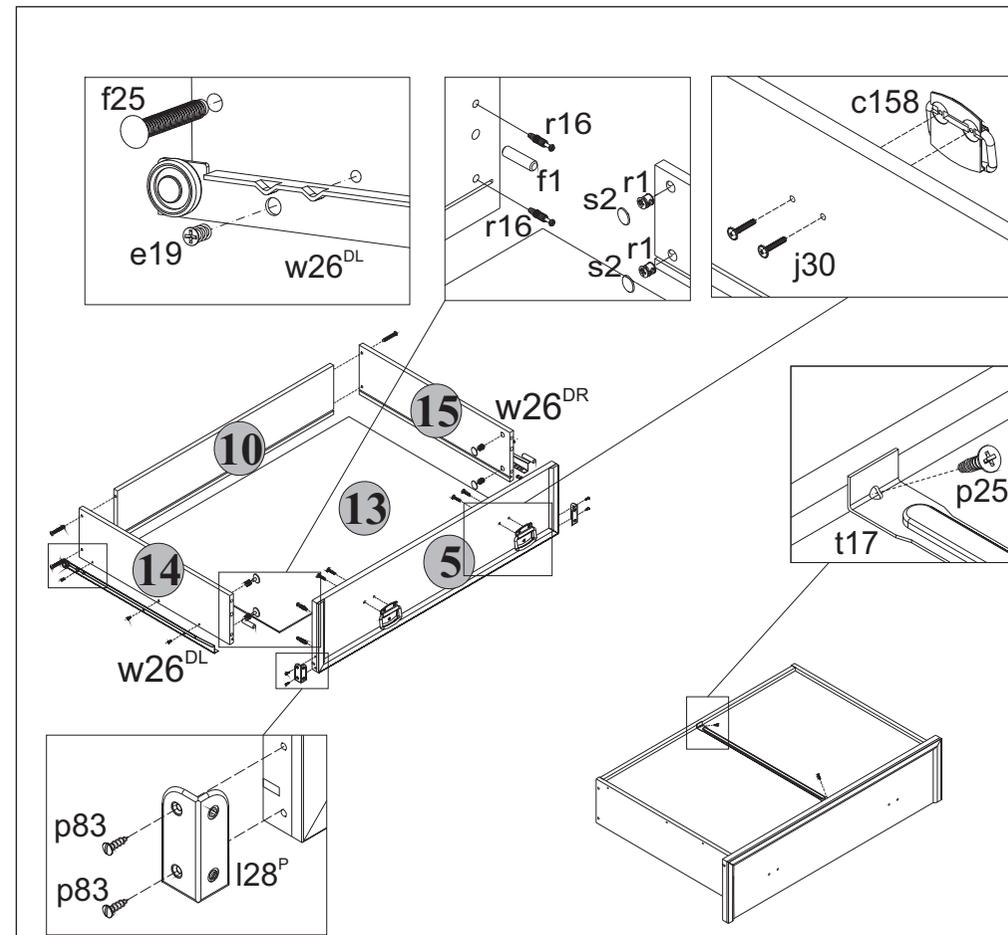

Рис. 1
5.20 К боковым кромкам панели передней 5 у нижних углов шурупами p83 закрепить накладки декоративные I28 и I28 , пользуясь плоской отверткой (см.рис. 1).
5.22 Перевернуть ящики выдвижные дном вверх и закрепить на боковых стенках 14 и 15 ящиков еврошурупами e19 направляющие w26^н и w26^{вр} (см.рис. 1).
5.23 Закрепить фиксаторы дна t17 шурупами p25 (см.рис. 1), пользуясь крестообразной отверткой.
5.15 В отверстия диаметром 8 мм на передних кромках стенок боковых 14 и 15 корпусов выдвижных ящиков вбить деревянные шканты f1 (см.рис.1).
5.16 В отверстия диаметром 15 мм на внутренних поверхностях стенок боковых 14 и 15 корпусов выдвижных ящиков вставить стяжки эксцентриковые r1 (см.рис.1).
5.17 В отверстия диаметром 5 мм на внутренних поверхностях панелей передних 5 и 6 ящиков выдвижных с помощью крестообразной отвертки вкрутить винты стяжки r16 (см.рис.1).